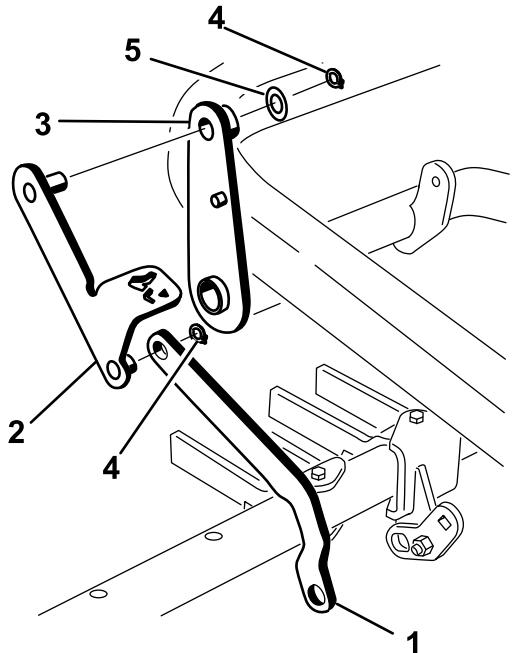

Bild 15
3. Schieben Sie das Ende des Werkzeugleistenlenkers über die kurze Strebe am Pedalhebel und befestigen es mit einem Halterung (Bild 15).
4. Setzen Sie die Strebe am anderen Ende des Pedalhebels durch den Hebel oben ein und befestigen Sie ihn mit einer Scheibe ( $\frac{7}{8}$ ") und einem Halterung (Bild 15).